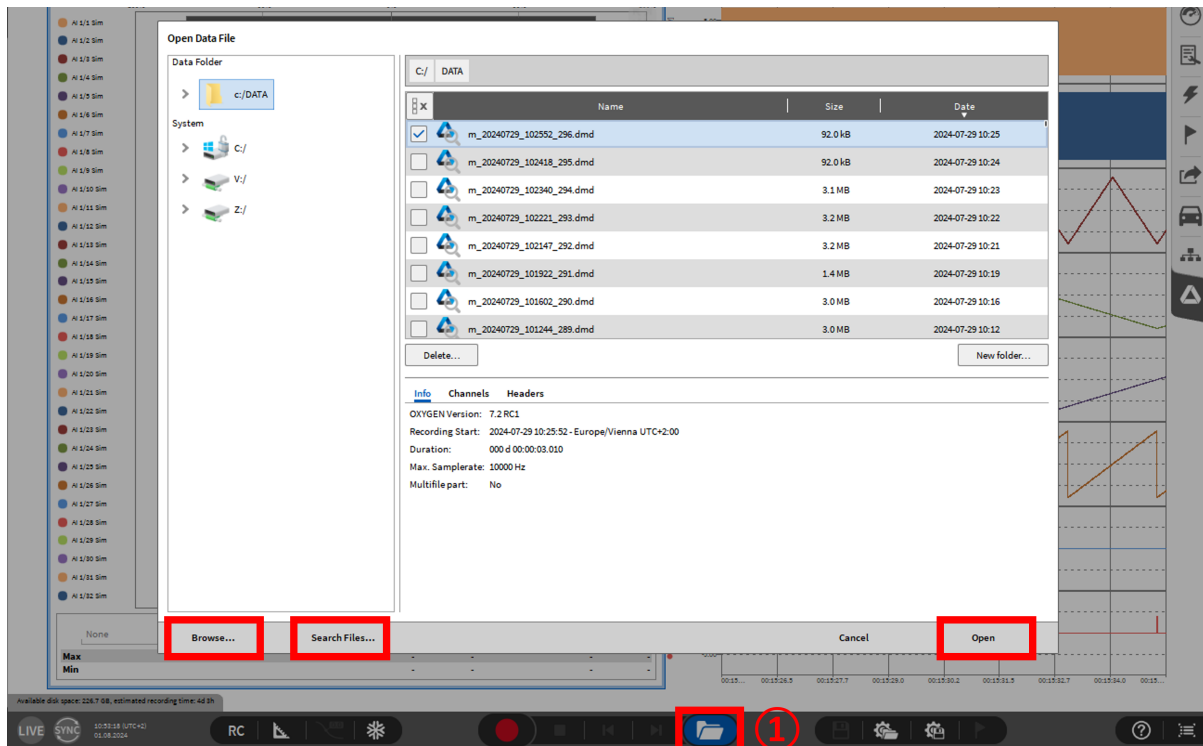

Abb. 3.15: Öffnen einer Messdatei
1. Tippen oder linksklicken Sie auf das Ordner-Symbol in der Aktionsleiste (siehe ① in Abb. 3.15 oder ⑫ in Abb. 3.5).
9. Drücken Sie *Öffnen*, um die Messdatei zu öffnen (siehe Abb. 3.15).